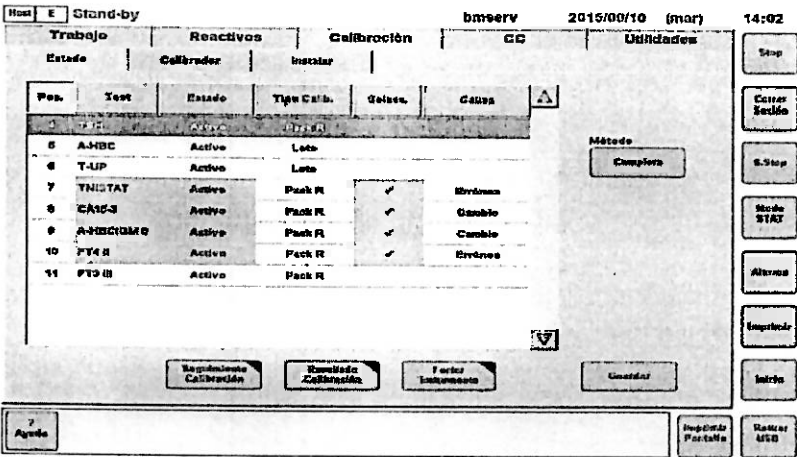

Imagen 54. Resultado de calibracion.
- Las calibraciones erróneas se muestran con un color de fondo rojo. En la pantalla de estado (Ver Imagen 54).